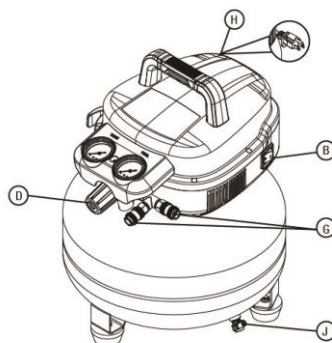

Figure 3
1. Réglez l'interrupteur de marche/arrêt (B) à la position 0 (arrêt) (figure 3).
2. Tournez le bouton du régulateur de pression d'air (D) dans le sens antihoraire jusqu'à ce qu'il s'arrête.
3. Raccordez le tuyau à air/les accessoires ou les outils pneumatiques (non compris) à la sortie de la conduite d'air (G).
COMMENT DÉMARRER (figures 3 et 4)